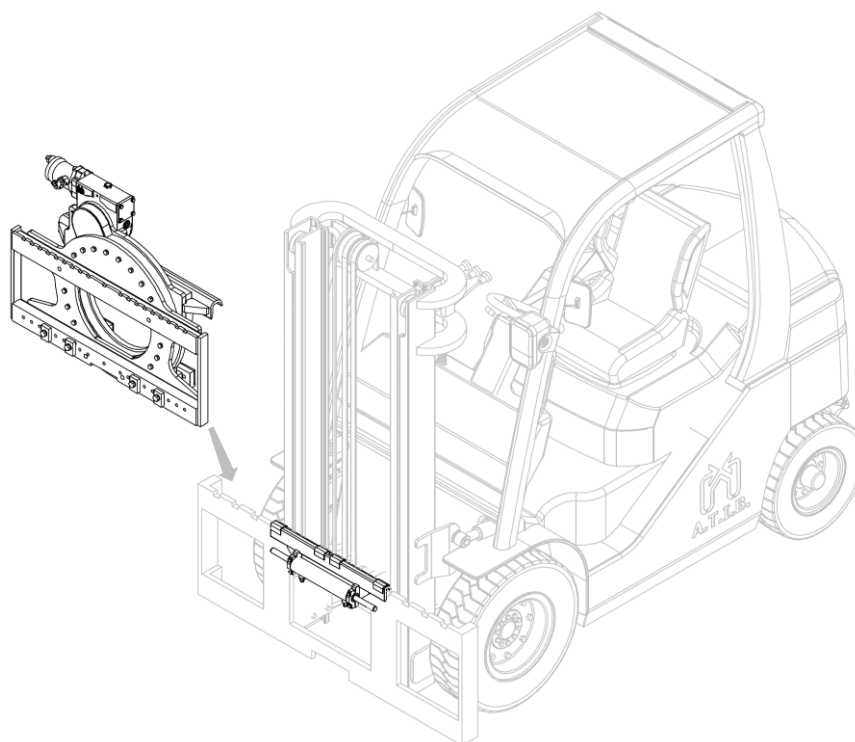

Figura 10
7. Con un carrozzone o un paranco di portata sufficiente posizionare l'attrezzatura sul doppio gancio, avendo cura di posizionarla in modo corretto (vedi *Figura 10*).